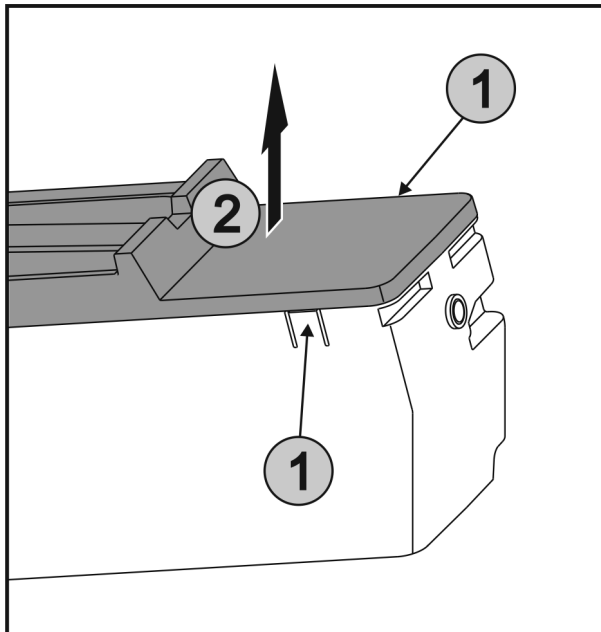

Fig. 39
- ▶ Premere contemporaneamente le linguette Fig. 39 (1) su entrambi i lati di EasyTwist-Ice e rimuovere la copertura sollevandola verso l'alto Fig. 39 (2).